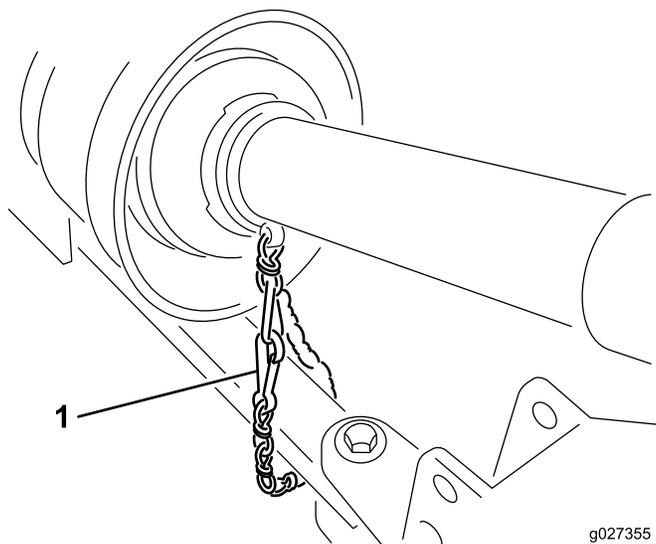

Рисунок 8
5. Подсоедините предохранительную цепь щитка к трактору (Рисунок 8).